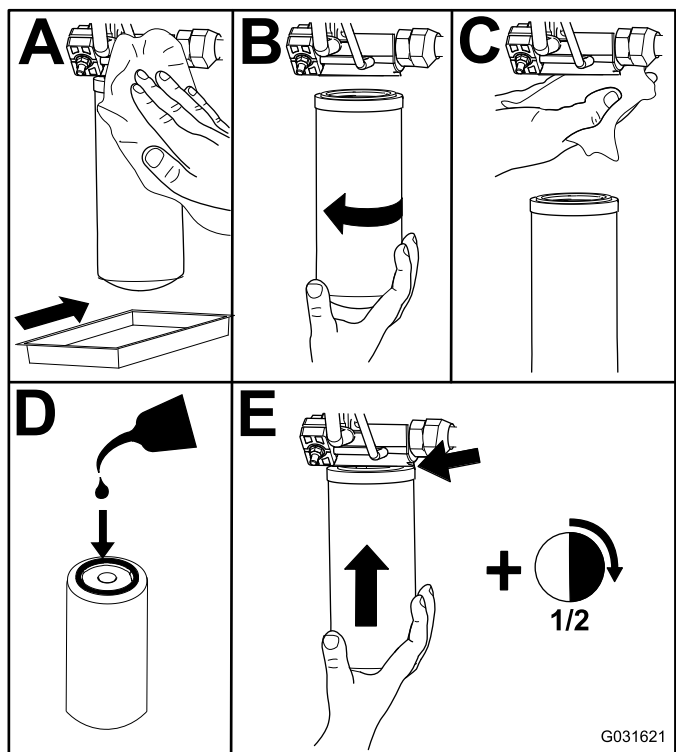

Figure 118
2. Remplacez les filtres hydrauliques (Figure 118).